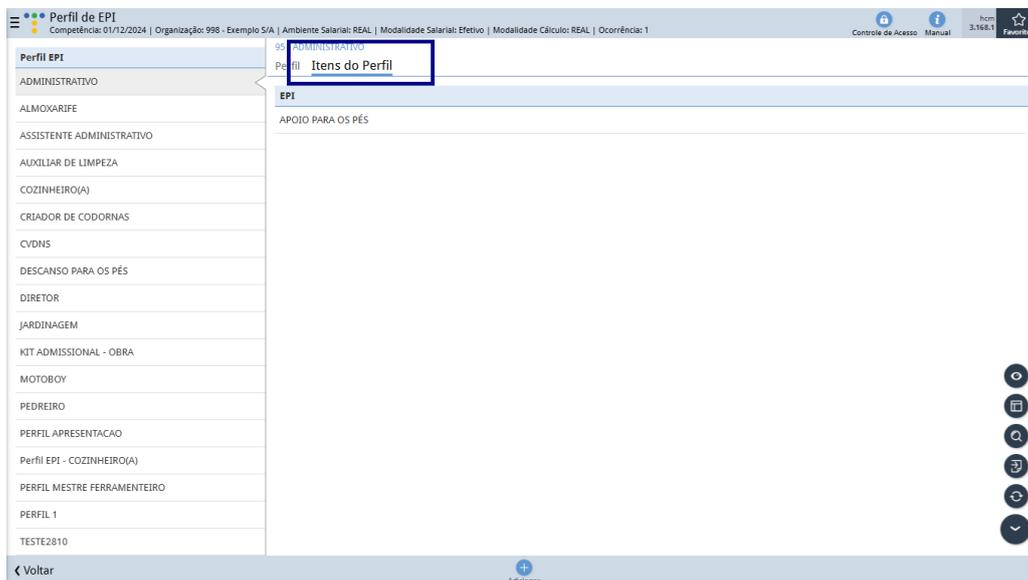

Figura 60: Itens do Perfil
1. Seleccione a aba de itens do perfil (Figura 60).